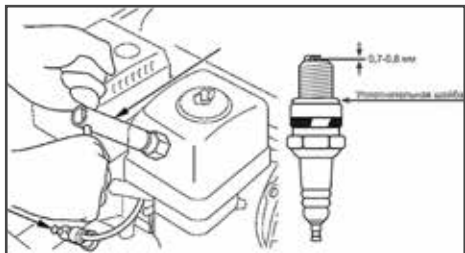

Рис. 24 Обслуживание свечи зажигания
1. Отсоедините колпак свечи зажигания и удалите грязь вокруг свечи зажигания (Рис. 24).
4. Измерьте зазор между электродами свечи зажигания специальным щупом. Зазор должен быть  $0,7-0,8$  мм (Рис.24). При увеличении, или уменьшении требуемого зазора, рекомендуется заменить свечу, так как регулировка зазора может привести к изменению качества искрообразования.